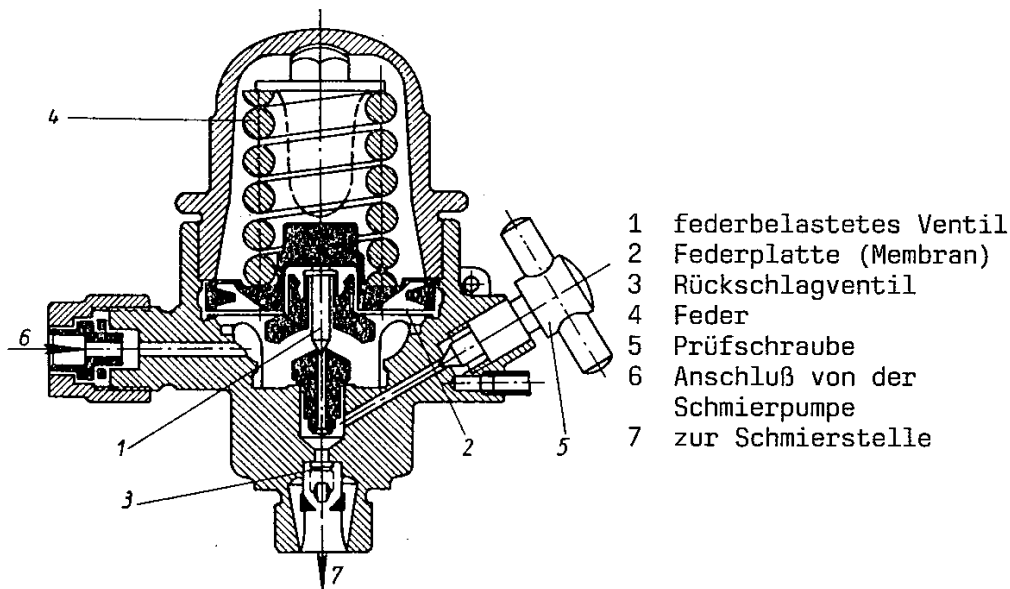

Bild 244. Olva-Membran-Ölsperre
Bei der Olva-Ölsperre (Bild 244) kann nach längerer Betriebszeit ebenfalls die Federkraft des oberen Ventils (1) oder des Rückschlagventils (3) nachlassen. Auch die Federplatte (Membran) (2) kann eine bleibende Formveränderung erleiden.